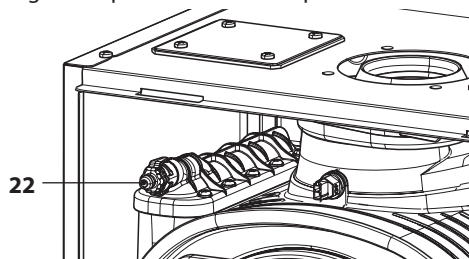

Figura 6.4
- Prima di allentare il raccordo di sfato scambiatore primario condensante 22 in Figura 6.4 collegare un tubicino di scarico al porta-
- Riempire l'impianto di riscaldamento vedi sezione "Riempimento del circuito riscaldamento" a pag. 20 e richiudere il raccordo di sfogo scambiatore primario condensante 22 in Figura 6.4 quando da quest'ultimo inizia ad uscire acqua.